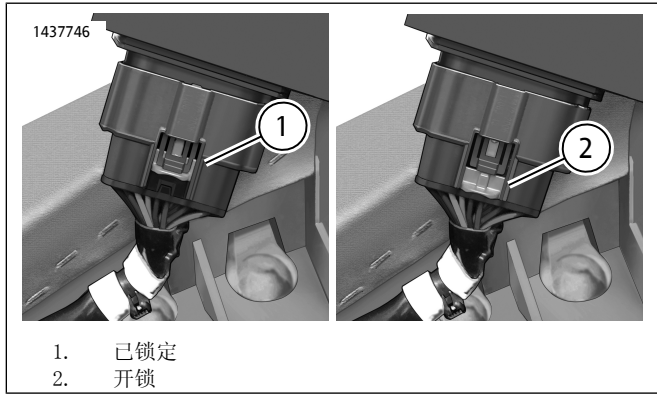

图5。RIO连接器锁定/解锁位置
5. 参见图5。解锁(2)RIO-ESC连接器并断开。
7. 参见图5。连接RIO-ESC到线束，并锁定(1)连接器。